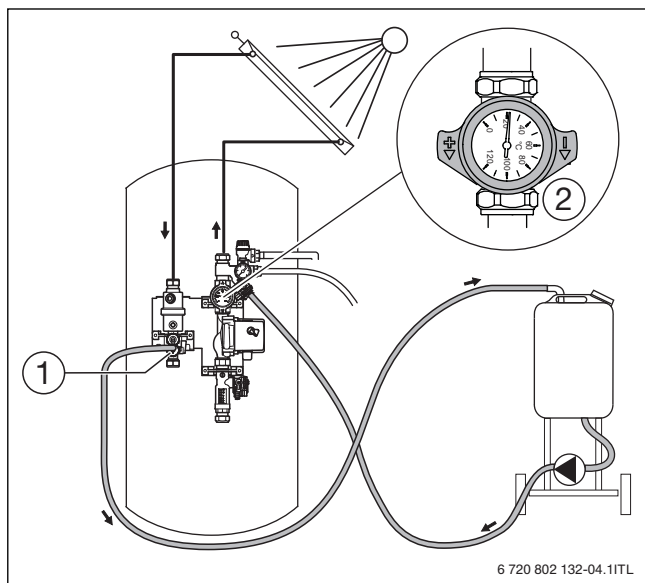

Bild 21 Befüllen oberhalb der Solarstation
- ▶ Befüllstation, wie in Bild 21 dargestellt, anschließen.